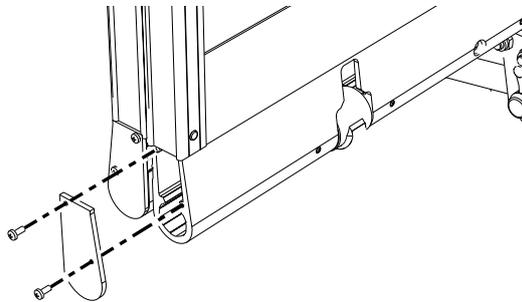

Abbildung 11. Die Abdeckung abschrauben
1. Die Abdeckung an der Unterseite der Plattform abschrauben, siehe Abbildung 11.